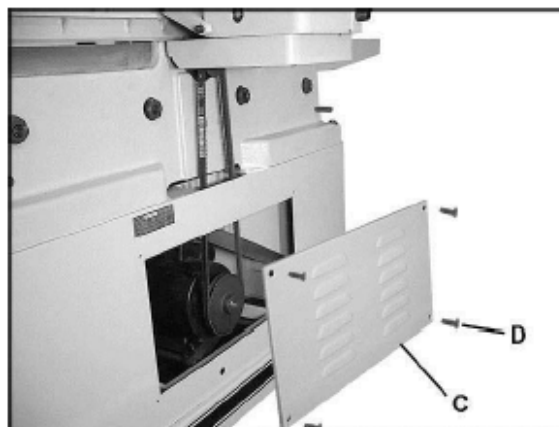

Рис. 5
2. Снимите заднюю панель (С, Рис. 5), открутив 4 винта с плоской головкой (D, Рис. 5) с помощью крестовой отвертки.
2. Снимите заднюю панель (С, Рис. 5), открутив 4 винта с плоской головкой с помощью крестовой отвертки.